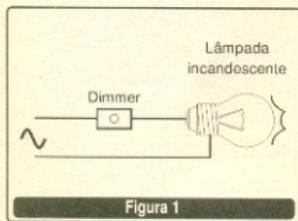

Figura 1
*Dimmers* (controles de brilho) e Controles de potência nada mais são do que circuitos que, intercalados com cargas na rede de energia elétrica, permitem controlar a sua potência, conforme ilustra a **figura 1**.